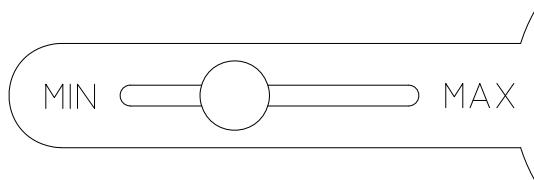

fig. 6
- Zur Einstellung der Umgebungstemperatur auf einen bestimmten Wert (Thermostateinstellung) positionieren Sie den Bezug "A" (Abb. 1) innerhalb der Gradskala (Abb. 6). Wenn die Raumtemperatur gleich oder höher als der Einstellwert ist, stoppt das Gerät. Wenn die Umgebungstemperatur unter der Einstelltemperatur liegt, arbeitet das Gerät bei der eingestellten Leistung.
- Para regular la temperatura ambiente a un valor determinado (termostatación), ponga la referencia "A" (fig. 1) dentro de la escala graduada (fig. 6).